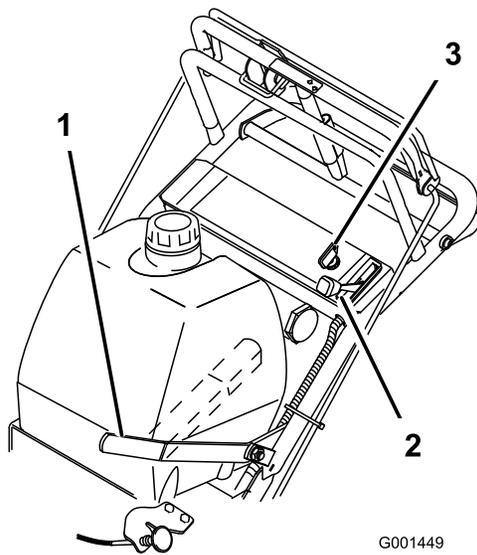

Figure 8
5. Tournez la clé de contact à la position **contact** (Figure 8).
8. Tirez le bouton de starter à la position **en service** si le moteur est froid (Figure 8).
1. Placez la commande d'accélérateur en position **bas régime** (Figure 8).
3. Tournez la clé de contact à la position **arrêt** (Figure 8).